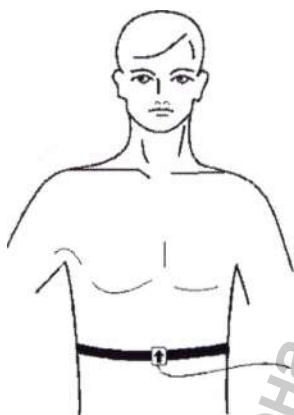

Рис. 34. Закрепление датчика положения тела с помощью ремня
- 7) Датчик положения тела закрепите на ремне (чаще всего используют ремень датчика экскурсии грудной клетки) (рис. 34). Стрелка на датчике должна быть обращена вверх и кнаружи от пациента. Подключите датчик к блоку усилителя согласно монтажу обследования.